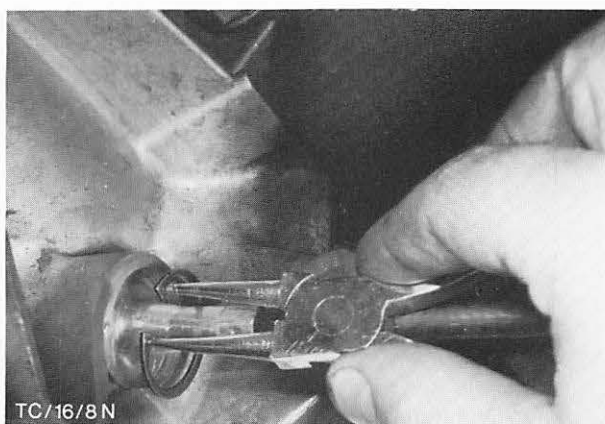

Abb. 10 Sicherungsring – Tachoantriebswelle
8. Tachowelle vom Antrieb lösen (1 Sprengring), Abb. 10, und Abdeckung – Kupplungsgehäuse unten abschrauben (2 Schrauben).
9. Flanschschrauben (6), Motor – Getriebe entfernen.